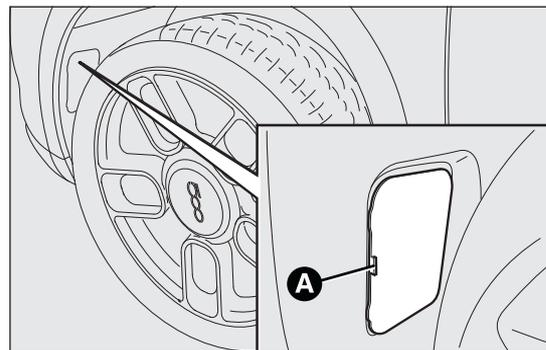

fig. 135
- agir sur la languette A fig. 135 et retirer le volet B monté par pression ;